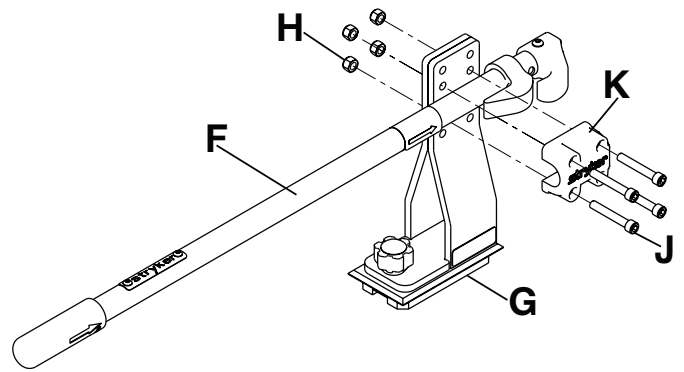

Figura 14 – Fijación de la abrazadera de raíl al conjunto del raíl
11. Coloque el conjunto del raíl (F) en la abrazadera de soporte (G) (Figura 14).
12. Instale las cuatro contratuercas hexagonales con seguro de nailon (H) y los cuatro tornillos de cabeza cilíndrica Allen de 5/16-18 x 2 in (J) para fijar la abrazadera de raíl (K) al conjunto del raíl (Figura 14).